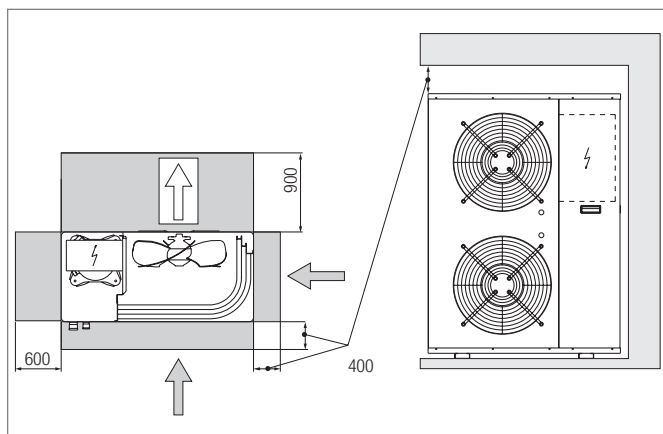

Fig. 7-3 Distanza tra gli apparecchi
- le distanze minime (vedere Fig. 7-3) devono essere rispettate